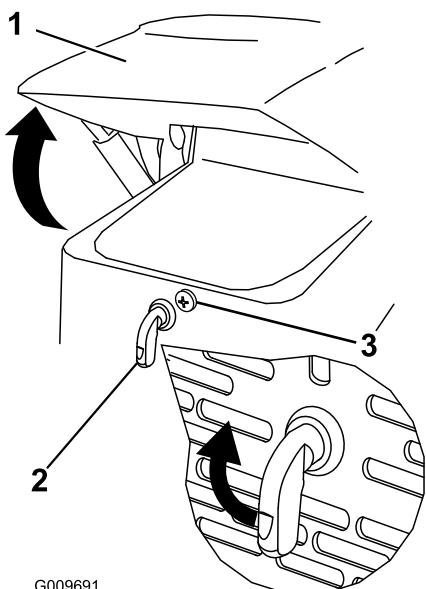

Bild 21
1. Lösen Sie die Arretierschraube an der Motorhaube (Bild 21)
2. Drehen Sie den Motorhaubenriegel nach rechts (Bild 21).
3. Klappen Sie die Haube hoch (Bild 21).
3. Ziehen Sie die Arretierschraube der Motorhaube fest, um den Riegel zu arretieren (Bild 21).